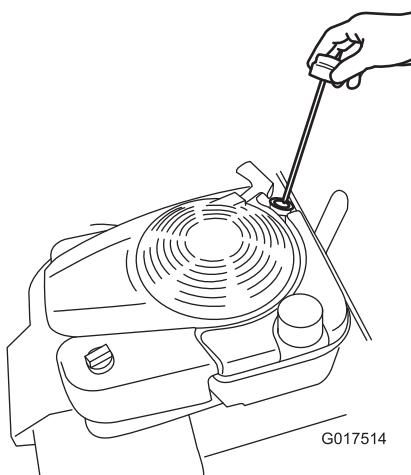
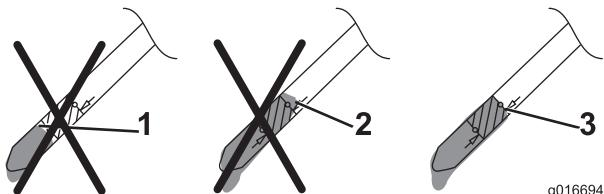

Figure 14
Figure 15
2. Retirez la jauge (Figure 14).
5. Observez le niveau d'huile indiqué par la jauge (Figure 15).
- Si le niveau n'atteint pas le bas, versez **lentement** une petite quantité d'huile dans le goulot de remplissage, attendez 3 minutes puis répétez les opérations 3 à 5 jusqu'à ce que le niveau d'huile soit correct, comme montré à la Figure 15.
Choisissez la hauteur de coupe voulue; voir la Figure 14 et la Figure 15.